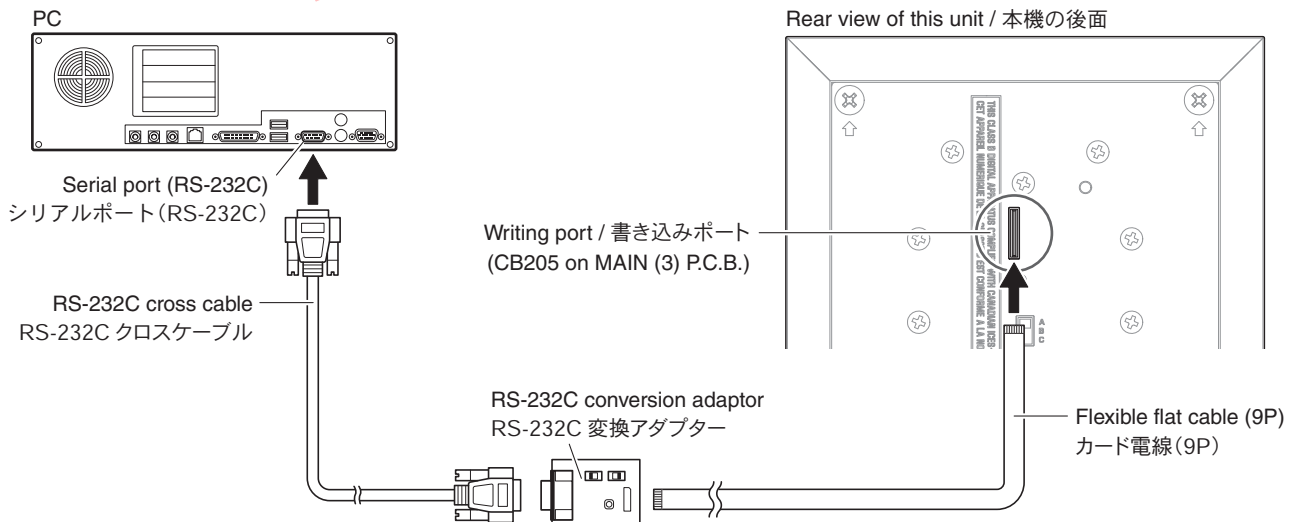

Fig. 2
- Connect the serial port (RS-232C) of the PC to the writing port (CB205 on MAIN (3) P.C.B.) of this unit as shown below. (Fig. 2)
- 本機の書き込み用ポート (MAIN (3) P.C.B. の CB205) と PC のシリアルポート (RS-232C) を下記のように接続します。(Fig. 2)